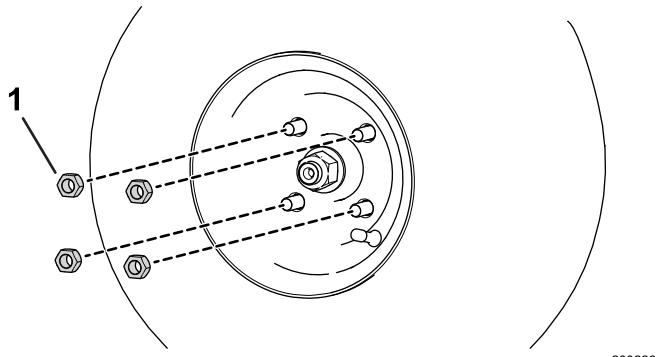

Figure 60
- A. Desserrez et retirez les écrous de roue (Figure 60).
- B. Installez les écrous de roue (Figure 60).